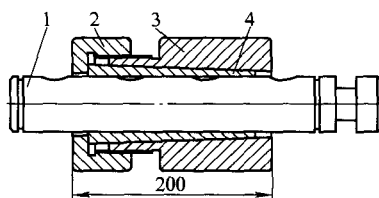

图5 研磨阀杆
(3) 研磨阀杆 在加工薄壁套内孔之前, 先要加工阀杆, 阀杆表面镀有0.05mm的硬铬层, 如果磨损不大可以研磨修复, 如果磨损过大则采用外圆磨削阀杆比配合尺寸小0.05mm后镀硬铬0.08mm后再研磨。消除刀杆圆柱度误差达到一个基准尺寸, 薄壁套的内孔尺寸也与它配合, 制作了一个可以调节内径的弹性研磨工装, 如图5所示。